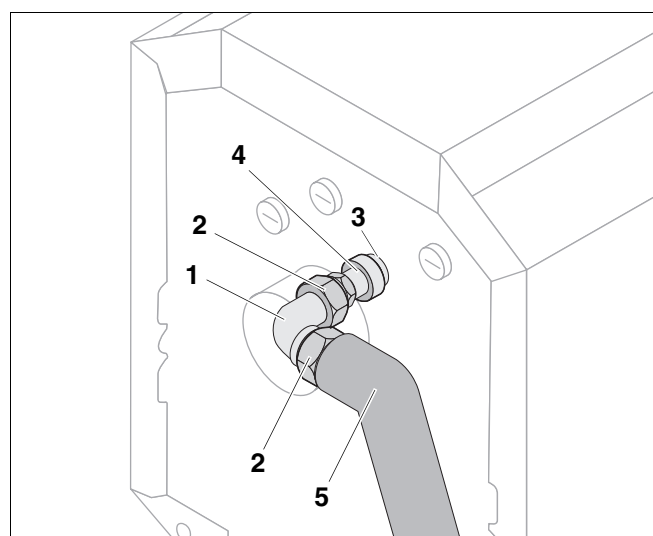
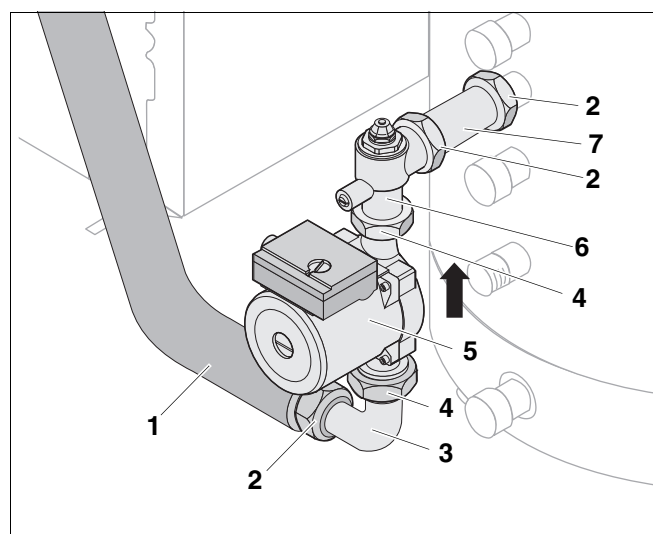

Fig. 6 Montar la unión de tuberías en la caldera
Fig. 7 Montar la unión de tuberías en el calentador de agua del acumulador
- ▶ Insertar la junta tórica (fig. 6, [3]) en la ranura del manguito roscado doble (fig. 6, [4]).
- ▶ Insertar la junta (fig. 6, [2]) en la tuerca de racor del codo (fig. 6, [1]) y atornillarla al manguito roscado doble (fig. 6, [4]).
- ▶ Insertar la junta (fig. 6, [2]) en la tuerca de racor de la manguera ondulada de metal (fig. 6, [5]) y atornillarla al codo (fig. 6, [1]) dejándola suelta.
- ▶ Insertar la junta (fig. 7, [2]) en la tuerca de racor de la prolongación (fig. 7, [7]) y atornillar la prolongación a la impulsión del acumulador.
- ▶ Insertar la junta (fig. 7, [2]) en la tuerca de racor de la válvula de retención en ángulo (fig. 7, [6]) y atornillar la válvula de retención en ángulo a la prolongación.
- ▶ Insertar la junta (fig. 7, [4]) para la bomba en la otra tuerca de racor de la válvula de retención en ángulo y atornillar la bomba (fig. 7, [5]) a la válvula de retención de ángulo con dirección del caudal hacia arriba.
- ▶ Insertar la segunda junta (fig. 7, [4]) para la bomba en el codo reductor (fig. 7, [3]) y atornillar éste al empalme de succión de la bomba (fig. 7, [5]).
- ▶ Sujetar la manguera ondulada de metal larga (fig. 7, [1]) entre ambas conexiones y dar forma previamente.
- ▶ Insertar la junta (fig. 7, [2]) en la tuerca de racor de la manguera ondulada de metal (fig. 7, [1]) y atornillar la manguera ondulada de metal entre el codo reductor (fig. 7, [3]) y el codo (fig. 6, [1]).
- ▶ Apretar la tuerca de racor del codo (fig. 6, [1]).